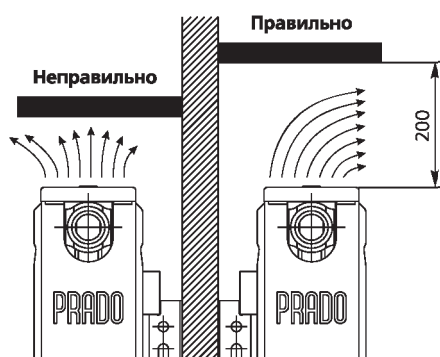

Рис. 12 - Схема установки радиатора под подоконником
- слишком малого зазора между верхом радиатора и низом подоконника (менее 90% глубины радиатора в установке при высоте радиатора 500 мм и 75% - при высоте 300 мм), т. к. при этом уменьшается тепловой поток радиатора (см. рис. 12 на стр.26);